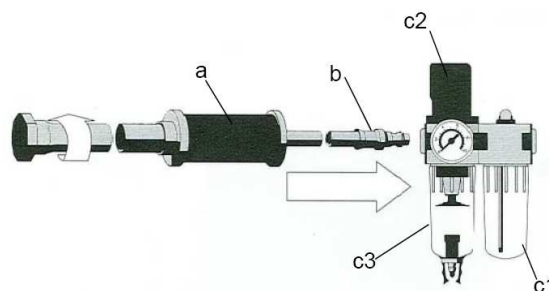

Fig. 1: gruppo di manutenzione
- Collegare il coltello pneumatico al gruppo di manutenzione (c1 - c3) insieme al tubo flessibile (a) e all'innesto rapido (b) (vedi fig. 1).